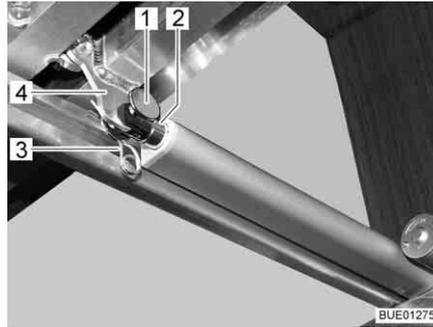

Fig. 93 Entraînement
- Désolidariser la jonction (par ex. la broche et la goupille ressort (Fig. 93,1 et 3)) entre la tige de poussée (Fig. 93,2) et le sommier à lattes (Fig. 93,4).